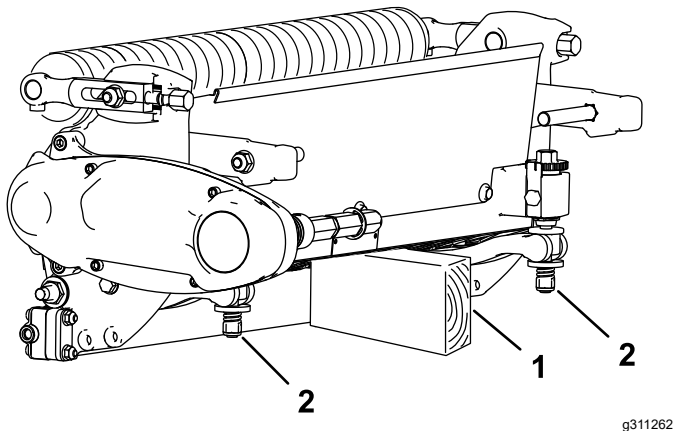

Bild 11
- Stützen Sie die Rückseite des von der Maschine abgebauten Mähwerks ab, um sicherzustellen, dass die Muttern der Einstellschrauben am hinteren Ende des Untermesserträgers nicht auf der Arbeitsfläche aufliegen (**Bild 11**).